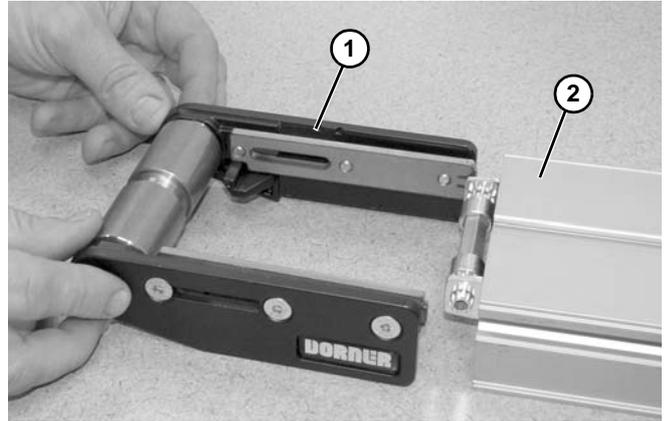

Figura 97
2. Retire el cabezal tensor (Figura 97, artículo 1) deslizándolo y sacándolo del transportador (Figura 97, artículo 2).